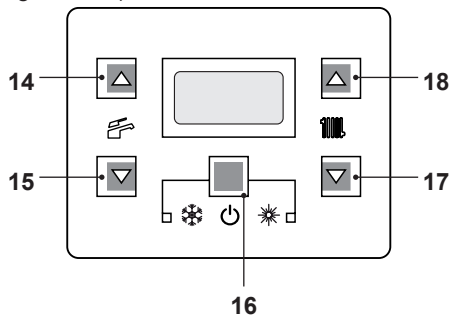
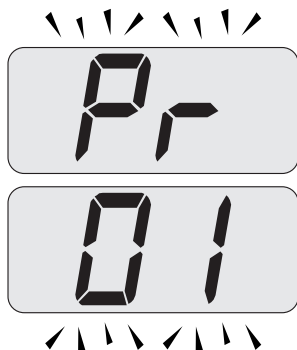
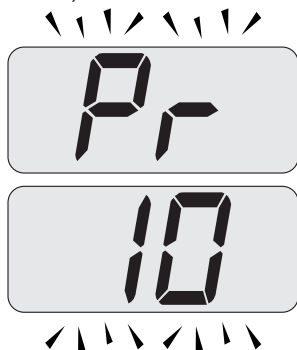

Figura 5.59
Figura 5.60
Figura 5.61
- Entrare in "modalità programmazione" premendo contemporaneamente per 10 secondi i tasti 16 - 17 - 18 (Figura 5.59) fino a far apparire sul display LCD le lettere **Pr** che si alternano con il codice **01**, indicanti l'entrata nel "parametro 01" (Figura 5.60).
- Scorrere i vari parametri utilizzando i tasti 17 o 18 fino a far apparire sul display LCD le lettere **Pr** che si alternano con il codice **10**, indicanti l'entrata nel "parametro 10" (Figura 5.61).
- Premere contemporaneamente i tasti 16 e 18 (Figura 5.59) fino a far apparire sul display LCD il valore del parametro 10 (30=180 secondi) (Figura 5.62).
- Premendo il tasto 16 (Figura 5.59) si ottiene la conferma del valore inserito.
- Premendo contemporaneamente i tasti 16 e 17 (Figura 5.59) si esce senza modificare il valore (ritorno alla lista parametri Figura 5.61)
- Premendo contemporaneamente per 10 secondi i tasti 16 - 17 - 18 (Figura 5.59) si esce dalla "modalità programmazione".